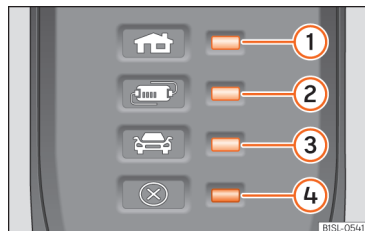

Fig. 67 No cabo de carregamento para tomadas de corrente: Luzes de controlo do dispositivo de proteção.
» » **Fig. 67:**
O dispositivo de proteção eletrónico » » » Fig. 67 faz com que o conector de carregamento permaneça sem corrente até se ligar na tomada de carregamento do veículo.
Uma ou várias luzes de controlo » » » Fig. 67 ①, ② ou ③ acendem a verde.
Indicação » » » Fig. 67	Significado
①, ④ piscam	O conector para a habitação aqueceu muito.
②, ④ piscam	O dispositivo de proteção foi aquecido muito.
Se o processo de carregamento continuar com uma corrente inferior, além do indicador de funcionamento, pisca a luz de advertência » » » Fig. 67 ④ a vermelho.
- Se voltar a ocorrer um desligamento ou redução da corrente de carregamento e a causa não parece ser a exposição a uma fonte de calor externa, observe que luz de controlo verde pisca » » » Fig. 67. Para a verificação do cabo de carregamento, dirija-se a um concessionário SEAT. Para a verificação da ligação da infraestrutura, dirija-se a um estabelecimento especializado em instalações elétricas.
Se a luz de advertência ④ vermelha piscar ou acender sem que se acenda por sua vez de forma permanente uma luz de controlo » » » Fig. 67 ①, ② ou ③ o indicador de funcionamento, há uma avaria.
Indicação »» Fig. 67	Significado